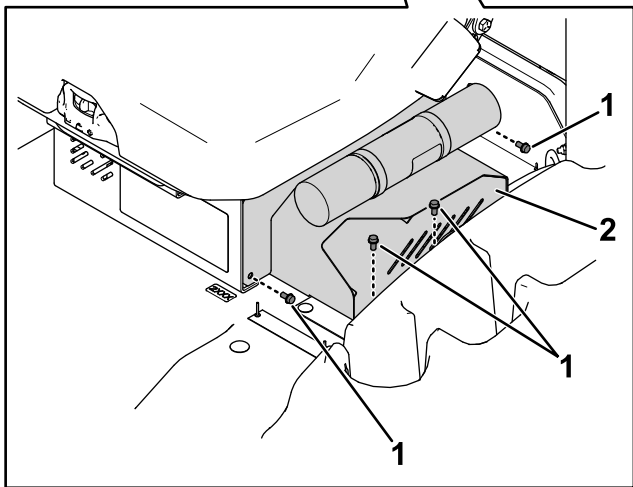

Bild 9
- A. Entfernen Sie die Abdeckplatte von der linken Seite des Sitzunterteils (Bild 9). Bewahren Sie die Schrauben auf.
- C. Verwenden Sie die aufbewahrten Schrauben, um die Abdeckplatten des Sitzunterteils auf jeder Seite des Sitzunterteils anzubringen (Bild 1 und Bild 9).